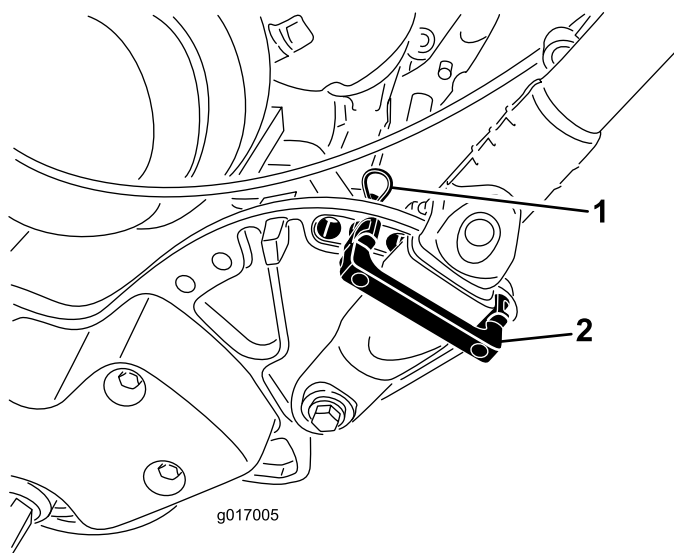

Figura 8
1. Sujete el manillar mientras retira las bridas que sujetan las abrazaderas a las chapas laterales (Figura 8).
2. Gire el manillar a la posición deseada, inserte un seguro de retención por encima de la abrazadera del manillar y a través de los taladros correspondientes de la chapa lateral (Figura 8).
3. Sujete la abrazadera con un pasador de horquilla (Figura 8).